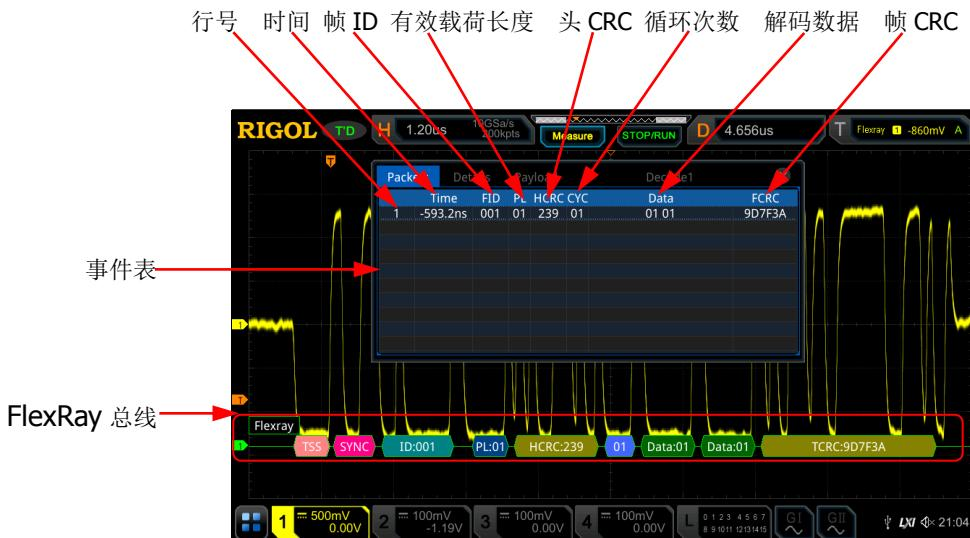

图 11-13 FlexRay 解码事件表
- 打开或关闭事件表：连续按 **事件表** 键，打开或关闭事件表显示。打开事件表，屏幕弹出如图 11-13 所示的事件表。您也可以用触摸屏功能触摸事件表右上方的图标 **X** 关闭事件表功能。另外，当运行状态为“STOP”时，您还可以旋转多功能旋钮 **○** 选择指定行并查看相应的解码信息。